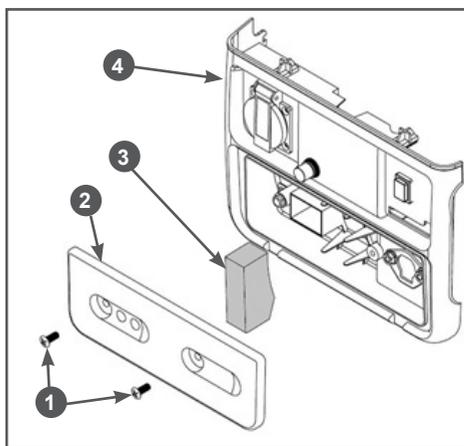

Рис. 9 Обслуживание воздушного фильтра
1. Открутите два винта 1 крепления крышки воздушного фильтра и снимите крышку 2 воздушного фильтра (Рис. 9).
элемент 3 (Рис. 9).